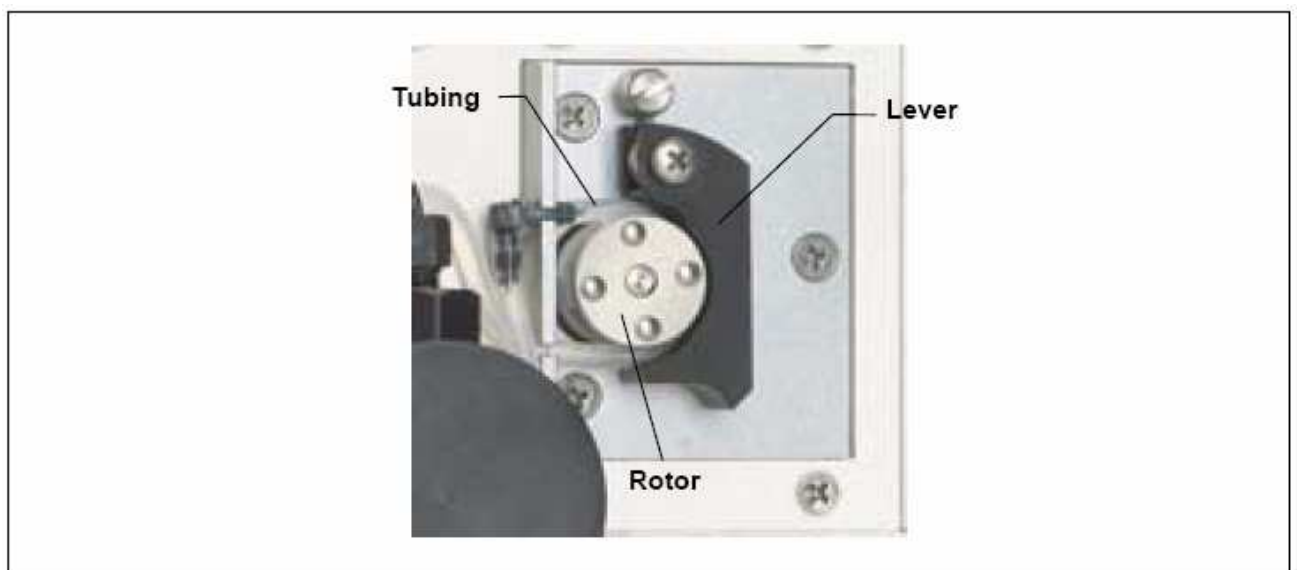

Figure 9.5. Pompe péristaltique du système de nettoyage des joints.
2. Déconnecter le tuyau de la pompe péristaltique : pousser le levier vers la droite, enlever le tuyau, et relâcher le levier (voir figure 9.5).